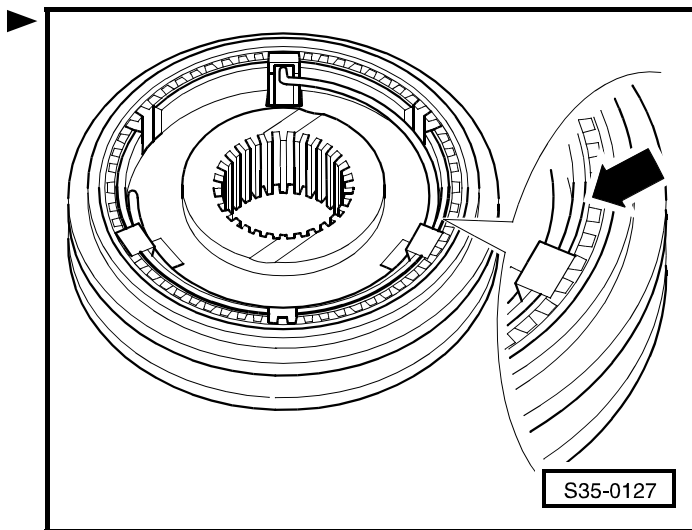

Рис. 9: Проверка блокирующего кольца синхронизатора на износ
- проверить на износ ⇒ Рис. 9 в **35-1** страница 6